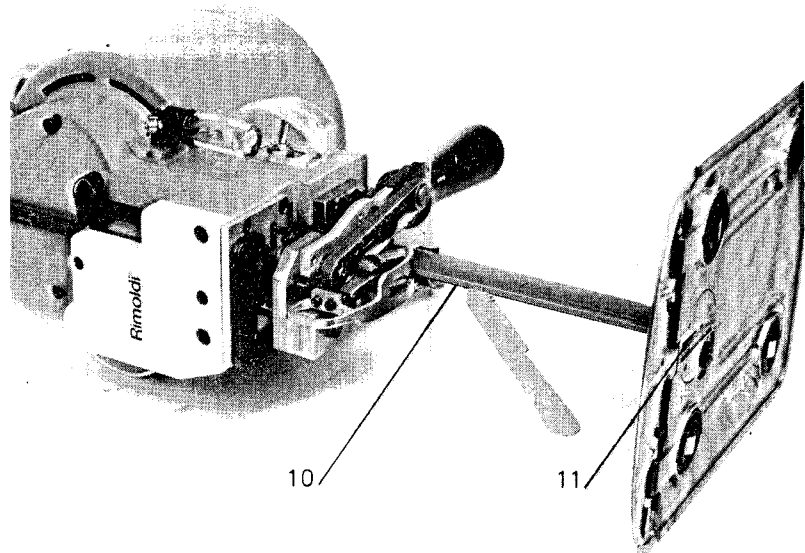
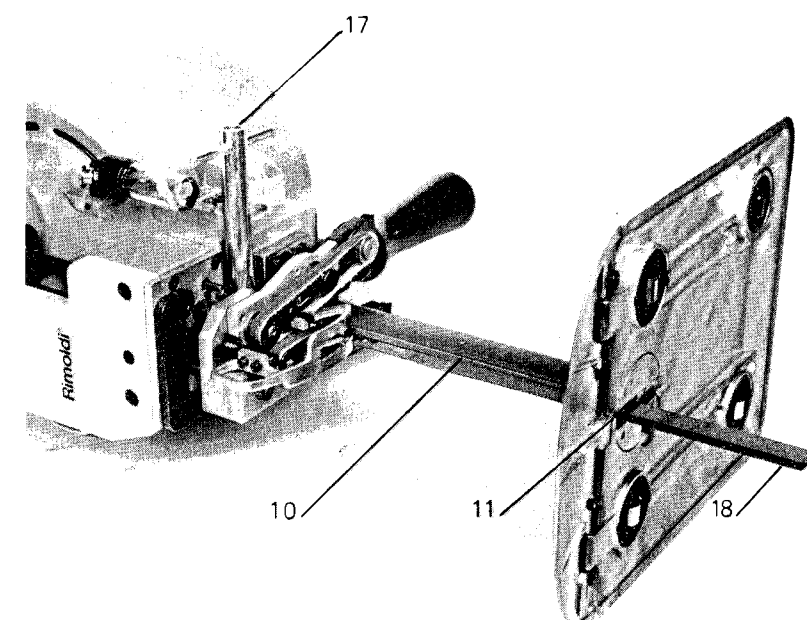

Fig. 3
Fig. 6
- Allentare la vite di bloccaggio della lama con l'apposita chiave in dotazione 17 fig.6 ed estrarre la lama 18 fig.6 dal basso prendendola con attenzione con pollice ed indice della mano sinistra
- Pulire il guida lama 10 fig.3 e fig.6 e la fessura del piede dello stelo 11 fig.3 e fig.6 con apposito strumento in dotazione
- Accertarsi che la lama sia perfettamente inserita nel suo morsetto e stringere a fondo la vite di bloccaggio con la chiave 17 fig.6.
- Ogni giorno:** Togliere la lama e pulire il guida lama 10 fig.3 e la fessura del piede dello stelo 11 fig.3 con apposito strumento in dotazione (vedi Fig. 3)